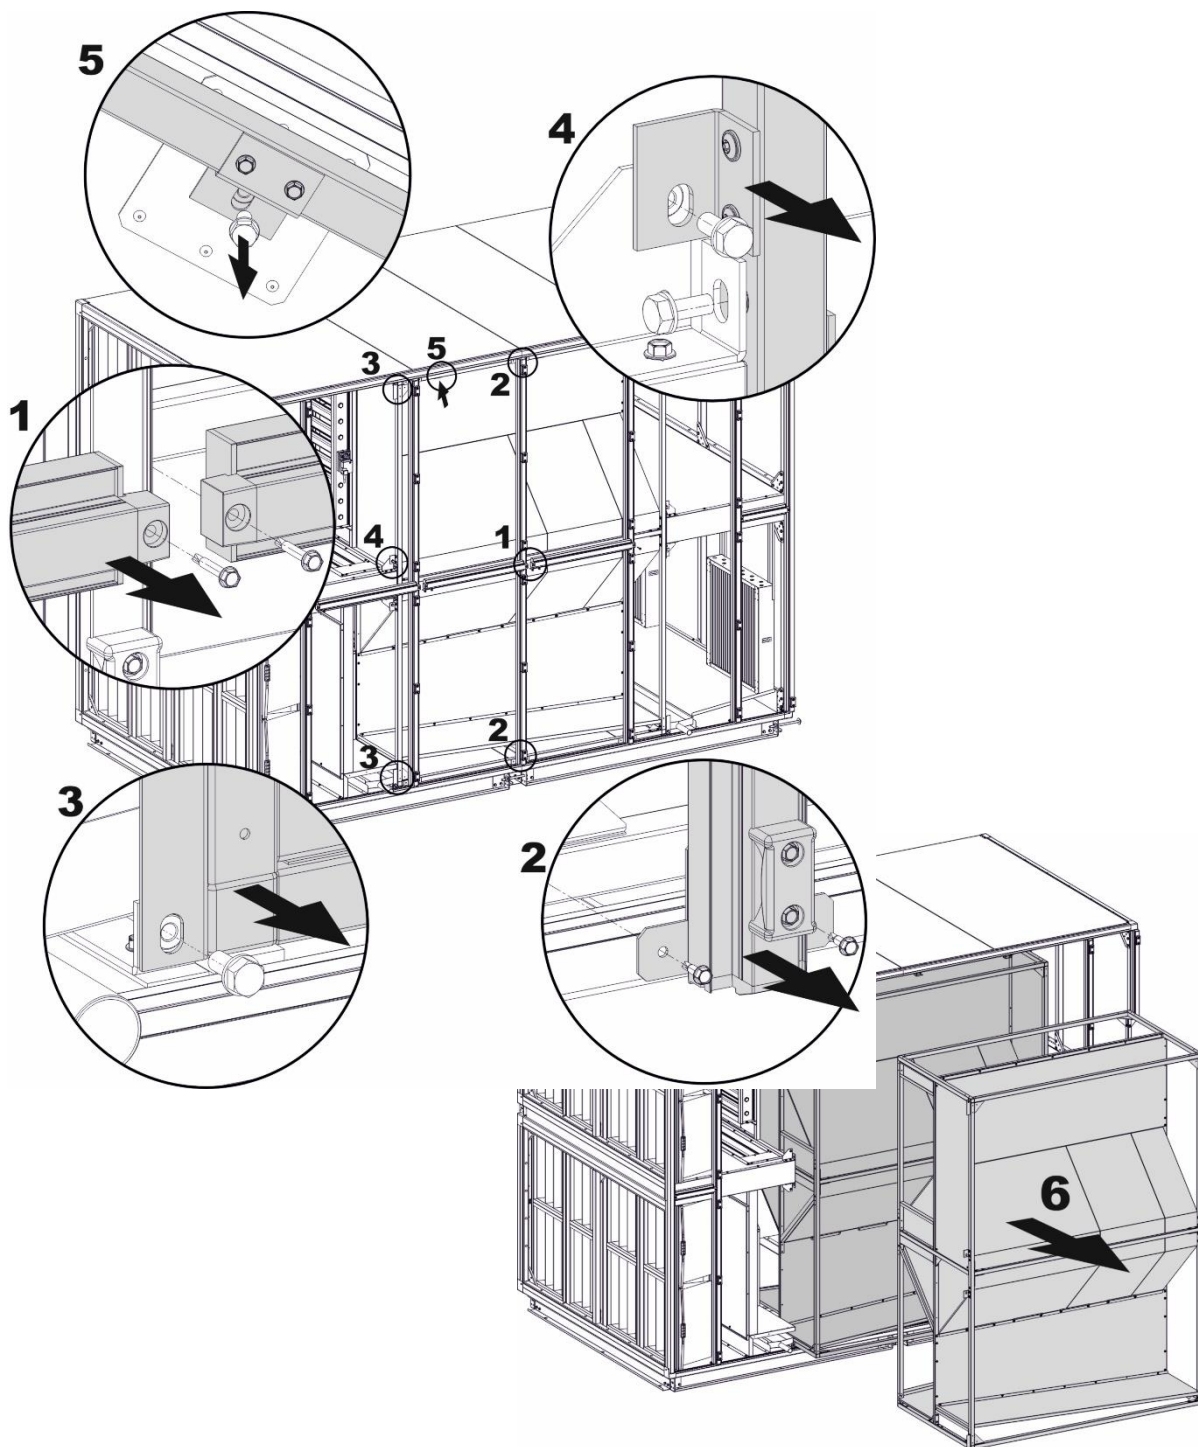

Рисунок 21. Демонтаж перекрестноточных теплообменников с агрегатов типоразмера VS 75-650
- 1) Открутите винты крепления горизонтальной стойки (поз. 1, рис. 21) и снимите их.
- 2) Открутите винты, фиксирующие вертикальные стойки, сверху и снизу (поз. 2, рис. 21) и снимите их с агрегата.
- 3) Открутите болты, фиксирующие каркас охладителя. Болты расположены сверху и снизу (поз. 3, рис. 23) и в центре вентиляционной установки (поз. 4, рис. 21).
- В вентиляционных установках VS 75-230 имеется дополнительное потолочное крепление (поз. 5, рис. 21).
- 4) Снимите кожух теплообменника с вентиляционной установки (поз. 6, рис. 21).